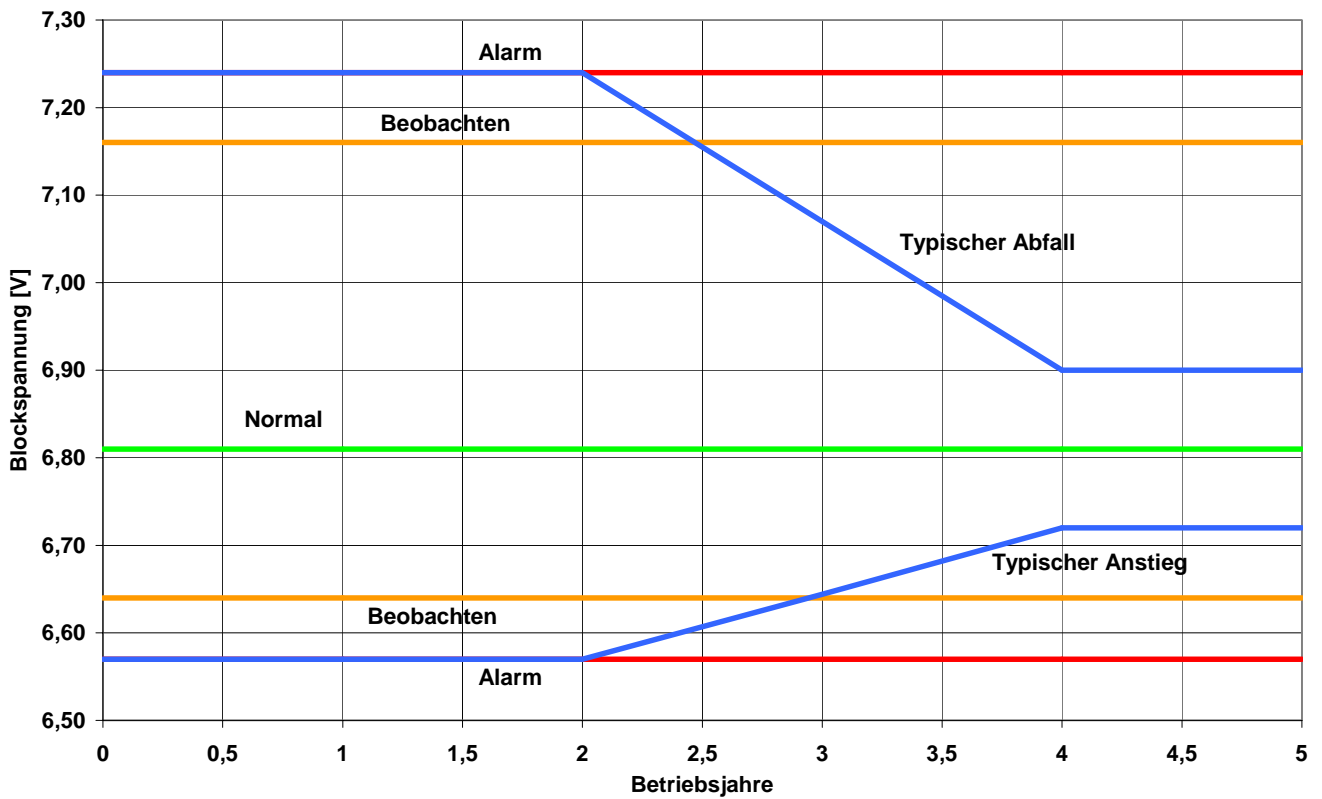

Abb. 6: A400 (6 V) – Spannungsabweichung versus Jahre
- Die einzelnen Zellen- bzw. Blockspannungen dürfen innerhalb eines Stranges vom Durchschnittswert entsprechend der Abb. 6 bis 16 abweichen. Die folgende Tabelle 3 gibt einen Überblick über alle Batterietypen und deren Abweichungen vom Durchschnittswert unter Erhaltungsladebedingungen gem. 6.1.
Tab. 3: Zulässige Abweichung der Erhaltungsladespannung von den Vorgabewerten gem. 6.1. Die Werte entsprechen dem Kriterium „Beobachten“ in den Abb. 6 bis 16.
- Nach der Montage und innerhalb der ersten zwei oder drei Betriebsjahre ist diese Abweichung um so stärker. Sie ist auf die unterschiedlichen internen Zustände einzelner Zellen bzgl. Rekombination und Polarisation zurückzuführen. Im Laufe der Jahre kommt es dann zu einer Einschnürung des Streubereiches entsprechend Abb. 6 bis 16 („Typischer Anstieg“ bzw. „Typischer Abfall“).
Ausgleichsladungen sind erforderlich nach Tiefentladungen und/oder ungenügenden Ladungen, oder wenn die Spannungen einzelner Zellen oder Blöcke außerhalb der in den Abb. 6 bis 16 gezeigten, erlaubten Bereiche liegen.